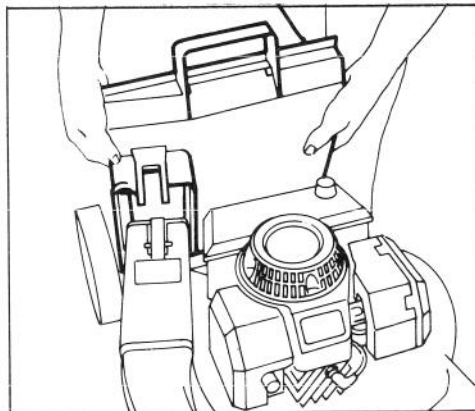

Figure 9
3. INSTALLATION DU SAC (Fig. 9) — Tenez ensemble le devant de l'armature du sac et la porte du sac. Puis placez l'ouverture de la porte du sac contre les collerettes de la chute arrière et faites glisser la porte du sac.